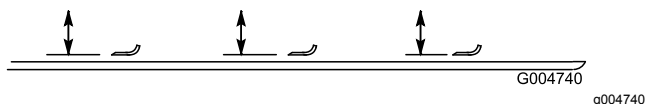

Figura 128
2. Ruotate la lama fino a quando le estremità non sono rivolte in avanti e indietro e misurate la distanza tra l'interno dell'apparato di taglio e il tagliente sulla parte anteriore della lama (Figura 128).